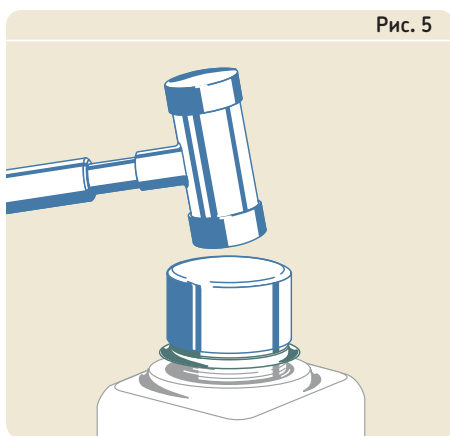

Рис. 5
- 8 Втулку следует монтировать лёгкими ударами по монтажному колпачку до её установки на необходимом месте (→рис. 5). Если колпачок слишком короткий для установки на место, можно использовать трубу соответствующего диаметра с плоским, без заусенцев, торцом. Убедитесь, что внутренний диаметр трубы совпадает с диаметром монтажного инструмента. Соблюдайте осторожность, чтобы не повредить отшлифованную поверхность наружного диаметра втулки.